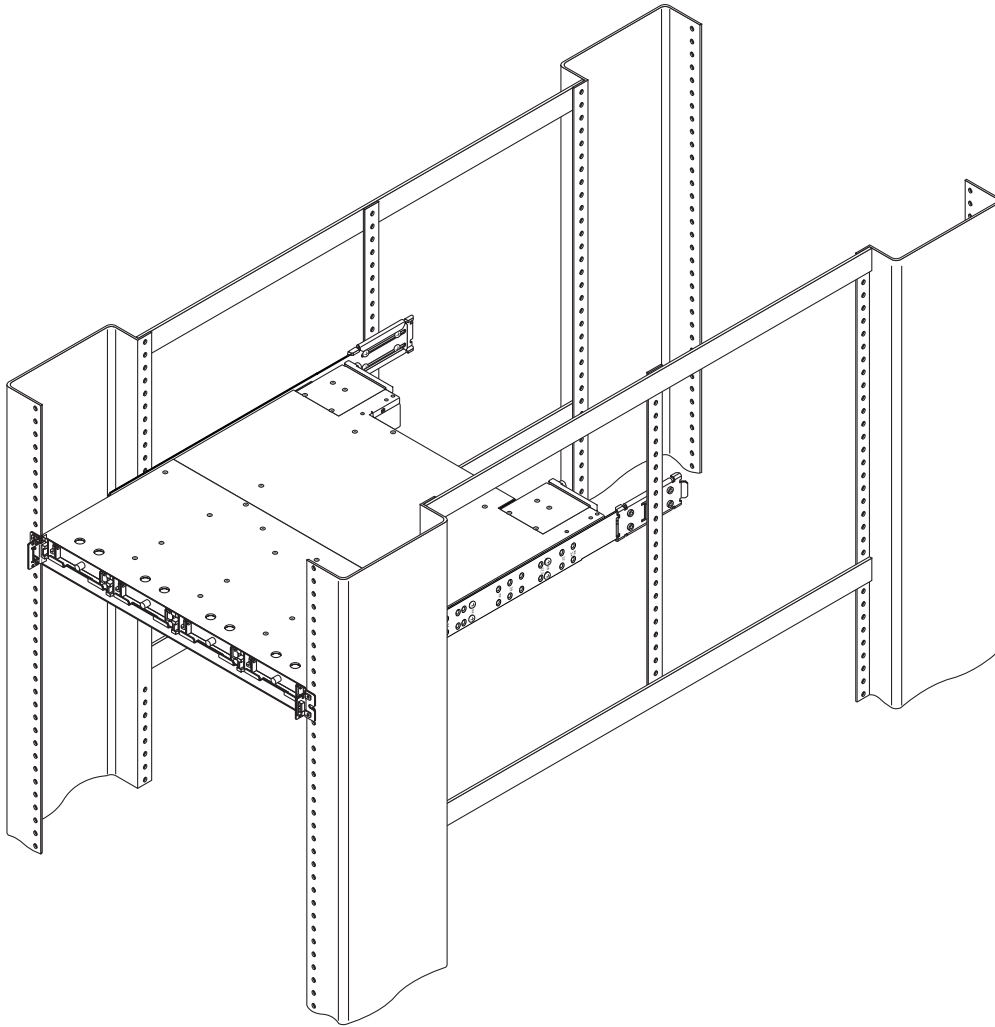

FIGURE 2-2 Montage en coffret d'une baie à l'aide des supports du milieu et après retrait des pattes du châssis et des panneaux - installation terminée
- Il est également possible de monter un coffret à l'aide des supports du milieu et latéraux selon une profondeur de 62,22 cm (24,5 pouces). La FIGURE 2-2 représente une installation de baie 1U de la famille Sun StorEdge 3000 dans un coffret Sun Fire à l'aide des supports latéraux et du milieu.
Reportez-vous à la liste de pièces figurant dans le TABLEAU 2-1 et à l'illustration de la FIGURE 2-2 pendant l'installation. Le tableau répertorie les composants et fixations principaux indispensables à l'installation d'une baie dans le coffret.